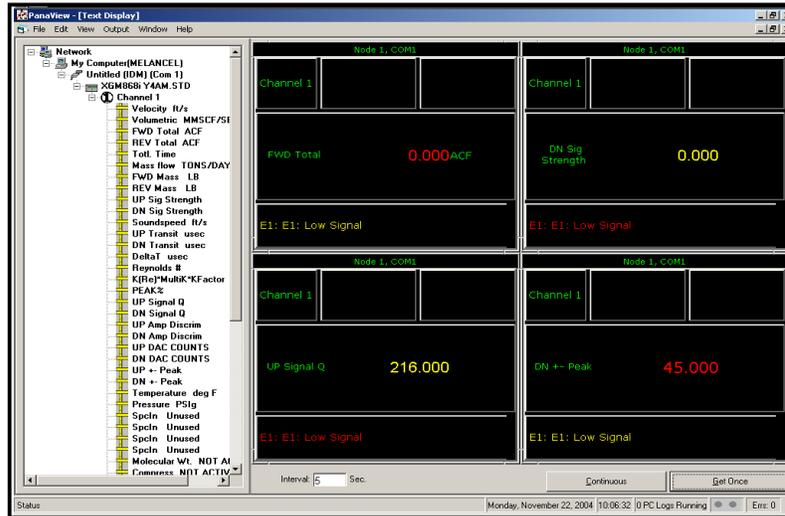

Figure 20 : Écrans de texte multiples dans la fenêtre Affichage de texte
2. Répétez l'étape 1 pour tous les paramètres de procédé supplémentaires souhaités, en double-cliquant dessus dans l'arborescence de réseau PanaView. PanaView met automatiquement en mosaïque les multiples écrans de texte dans le volet droit de la fenêtre Affichage de texte comme présenté dans la Figure 20.